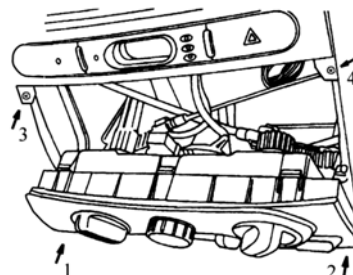

Рис. 4
- 7) Открутите шурупы 1 и 2 смотрите рис.4. Аккуратно выдвинуть вперёд блок управления климатом, и открутите шурупы 3 и 4.